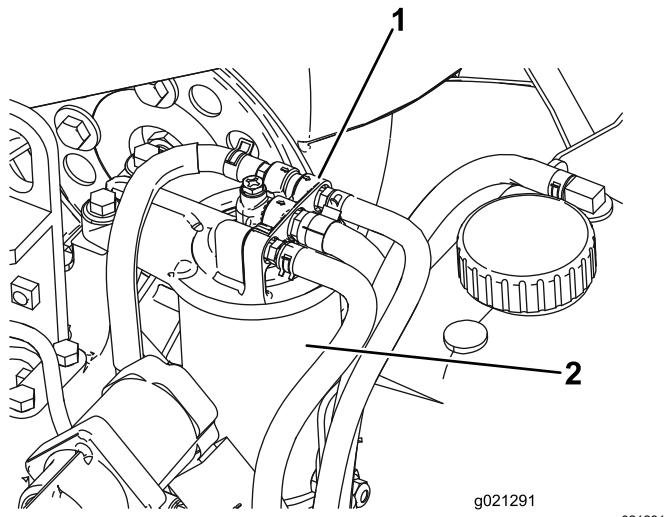

Figura 95
2. Limpie la zona alrededor de la cabeza del filtro de combustible (Figura 95).
3. Retire el filtro y límpie la superficie de montaje de la cabeza del filtro (Figura 95).